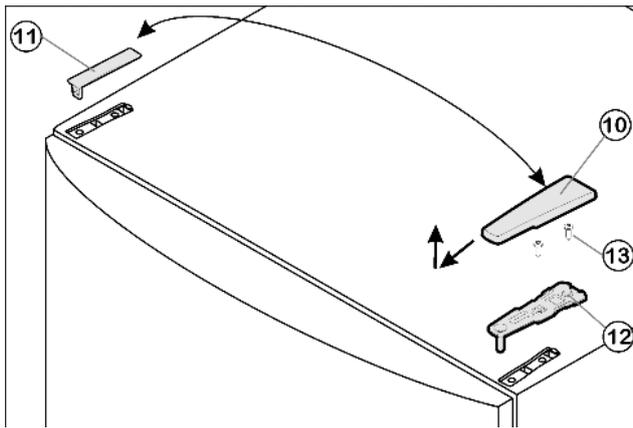

Fig. 4
- ▶ Потяните крышку Fig. 4 (10) вперед и вверх.
- ▶ Снимите крышку Fig. 4 (11).
- ▶ Открутите верхний опорный кронштейн Fig. 4 (12)(2 шт. Torx® 25) Fig. 4 (13) и вытяните вверх.
- ▶ Установите верхний опорный кронштейн Fig. 4 (12) на новой стороне шарнира и защелкните в дверце.
- ▶ Прикрутите верхний опорный кронштейн Fig. 4 (12)(с моментом 4 Нм)(2 шт. Torx® 25) Fig. 4 (13). При необходимости сделайте отверстия или используйте аккумуляторную отвертку.
- ▶ Защёлкните крышку Fig. 4 (10) и крышку Fig. 4 (11) на противоположной стороне.